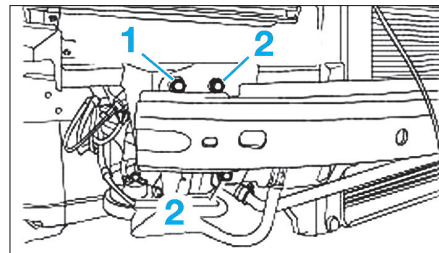

Fig. 13
- Déposer les vis (1) et (2) de la traverse de bouclier avant (Fig.13).